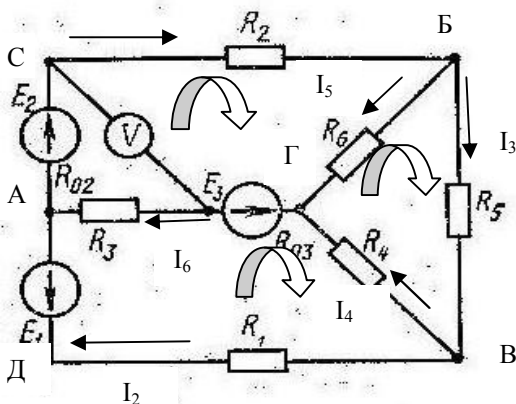

Рис.1.2. Схема замещения электрической цепи с обозначенными узлами и токами, протекающими во всех ветвях цепи.
1. В произвольном порядке буквами **А, Б, В, Г, Д** обозначаем узлы, а также намечаем направление токов, протекающих во всех ветвях (см.рис. 1.2).
4. По полученным значениям определителей определяем значения контурных токов, т.е. значения токов в ветвях внешнего контура схемы замещения рассматриваемой электрической цепи (см. рис. 1.2):